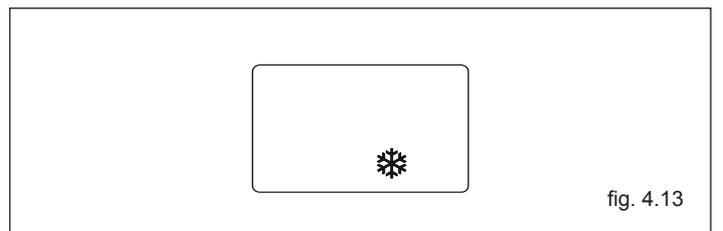

fig. 4.13
- **Antigelo sanitario:** la funzione si avvia se la temperatura rilevata dalla sonda sanitaria scende sotto i 5 °C. In questa fase si attiva il circolatore e, se caldaia non in blocco, anche il bruciatore alla minima potenza finché la temperatura dell'acqua di mandata raggiunge i 55 °C. Durante il ciclo antigelo sul visualizzatore digitale appare il simbolo  (fig. 4.13).